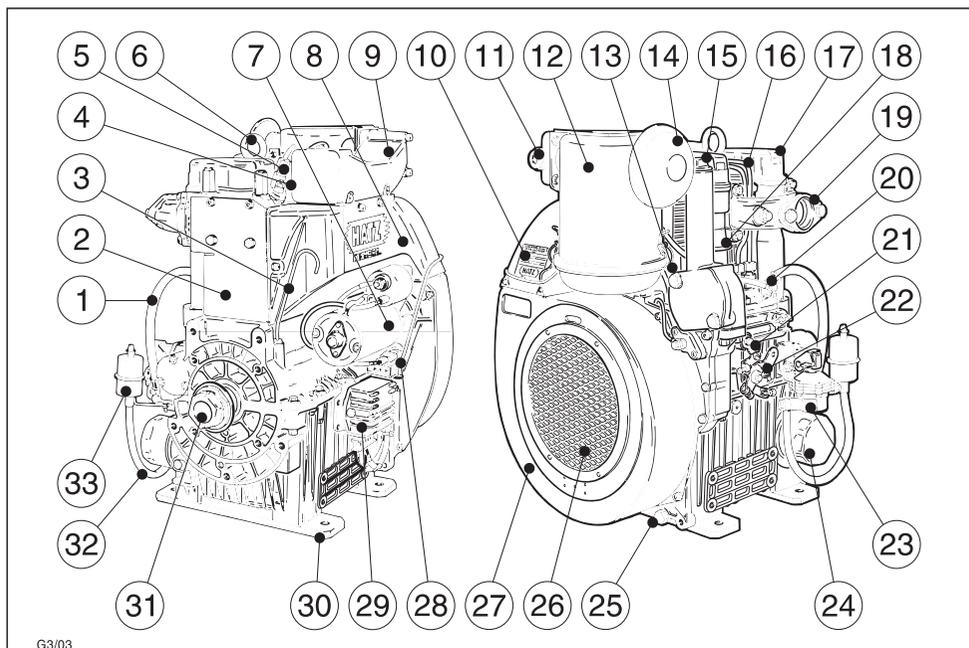

Fig.1
La targhetta motore è posta sul convogliatore aria (fig. 1, pos. 10) e contiene i seguenti dati:
- ① Tipo motore
- ② Sigla applicazione motore